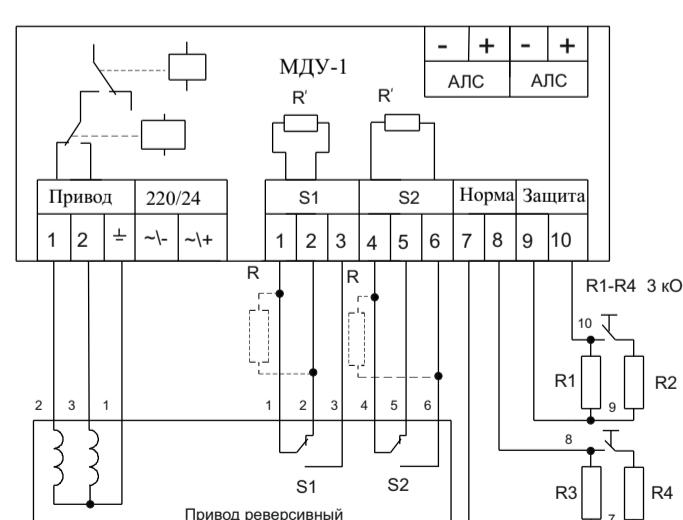

Рисунок 2 – Подключение реверсивных приводов на примере BE24 / BE24-12 и BE230 / BE230-12 торговой марки «BELIMO».
– Реверсивный привод (см. рисунок 2).